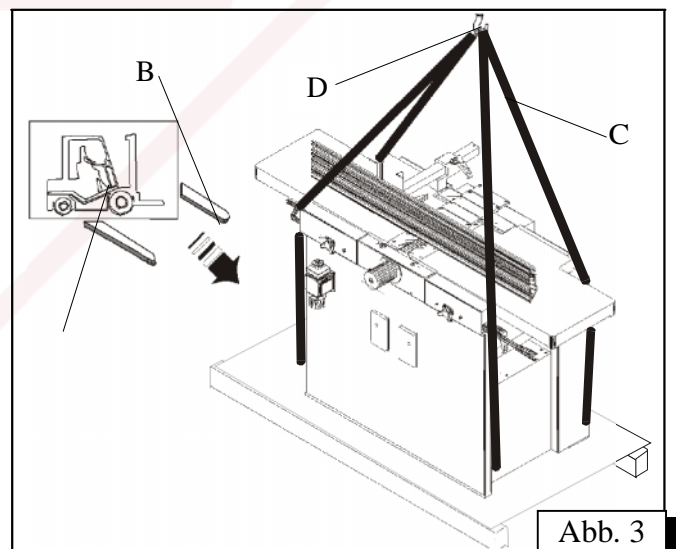

Abb. 3
- Die Gabeln des Gabelstaplers werden zur Maschine so vorgeführt, wie es auf Abb. 3 gezeigt ist.